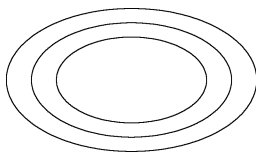

图 12-19 绘制圆
(1) 单击“默认”选项卡“绘图”面板中的“圆”按钮 , 以 (0,0,0) 为圆心, 以 30、40 和 50 为半径绘制圆。
(2) 单击“可视化”选项卡“视图”面板中的“西南等轴测”按钮 , 将当前视图设为西南等轴测视图, 如图 12-19 所示。
(3) 单击“三维工具”选项卡“建模”面板中的“拉伸”按钮 , 拉伸半径为 50 的圆生成圆柱体, 拉伸高度为 10, 命令行提示与操作如下: